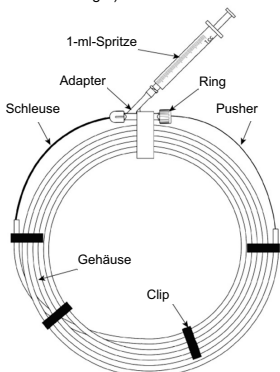

Abbildung 5. Aufquellen des PVA-Stabs
- 6) Ca. 1 ml heparinisierte Kochsalzlösung über den Adapter in die Schleuse infundieren – zum Aufquellen des PVA-Stabs des ED COIL (siehe Abbildung 5).